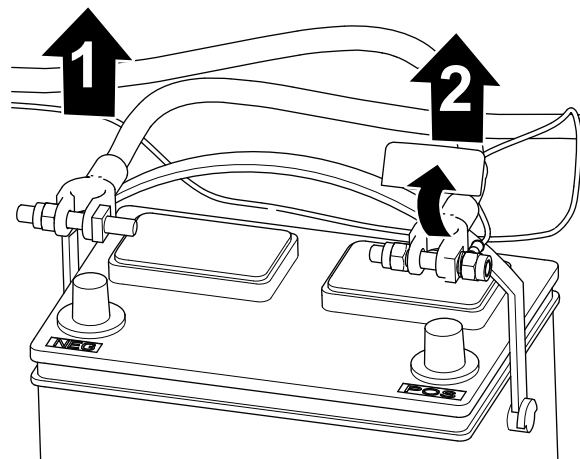

Рисунок 3
2. Отсоедините отрицательный кабель аккумулятора от штыря аккумулятора (Рисунок 3).
3. Отсоедините положительный кабель от штыря аккумулятора (Рисунок 3).